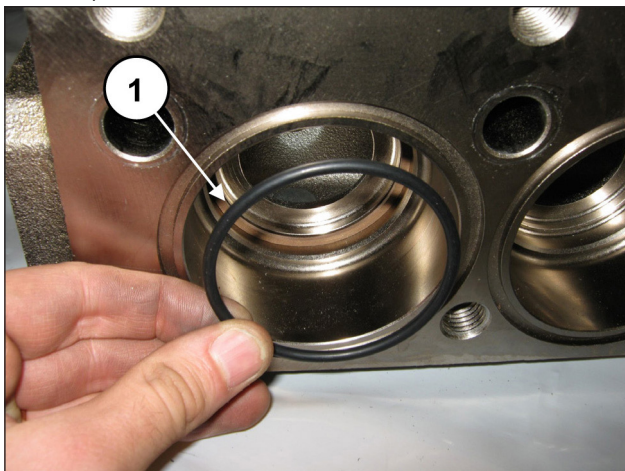

Abb. 154
Setzen Sie den O-Ring ein, Pos. 7 Explosionszeichnung (Pos. ①, Abb. 154).